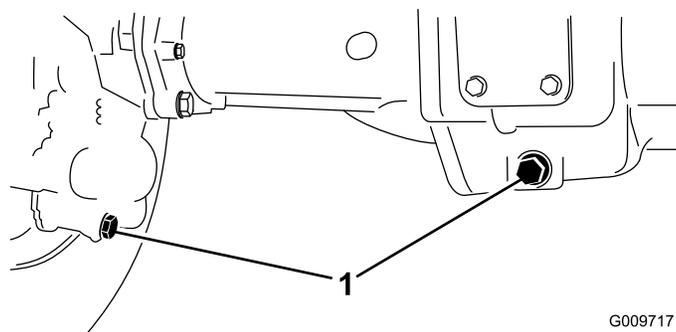

Figura 75
2. Limpe a zona em redor dos 3 tampões de escoamento, 1 em cada extremidade e 1 no centro (Figura 75).